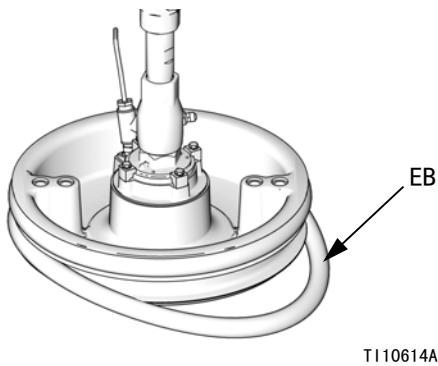

图 16
2. 从底部开始操作，将一根刮环 ( EB ) 弯出压盘背面。参见图 16。